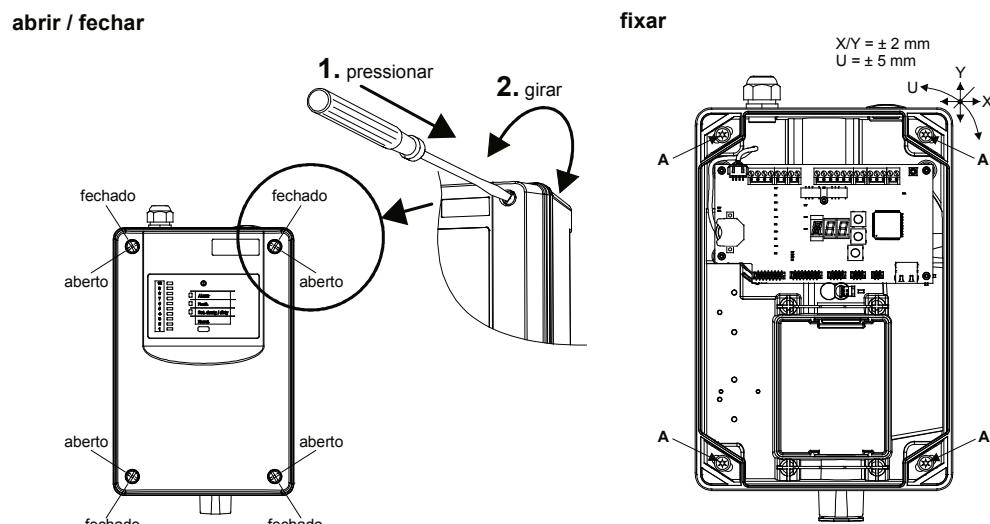

Fig. 1 Abertura, fecho e fixação da caixa para detetor
- Para manipular os **fechos giratórios**, estes têm de ser **pressionados com força** em direção à base da caixa com uma chave de fendas e, em seguida, **girados** em 90°. A posição da fenda dos fechos indica o respetivo estado (ver também a Fig. 1):